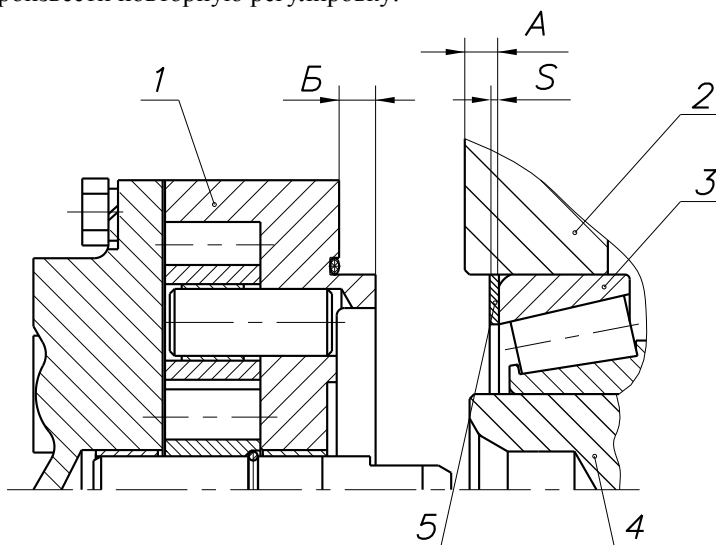

Рис.101:
5.1 Установить в расточку картера коробки передач наружное кольцо переднего подшипника промежуточного вала, после чего измерить абсолютную величину размера А (между торцами картера и наружным кольцом подшипника) рис. 101. При этом, наружное кольцо заднего подшипника промежуточного вала должно быть плотно (под усилием собственного веса вала) прижато к торцу проставки демультипликатора, а наружное кольцо переднего подшипника - к роликам. Перед замером промежуточный вал повернуть не менее пяти оборотов.